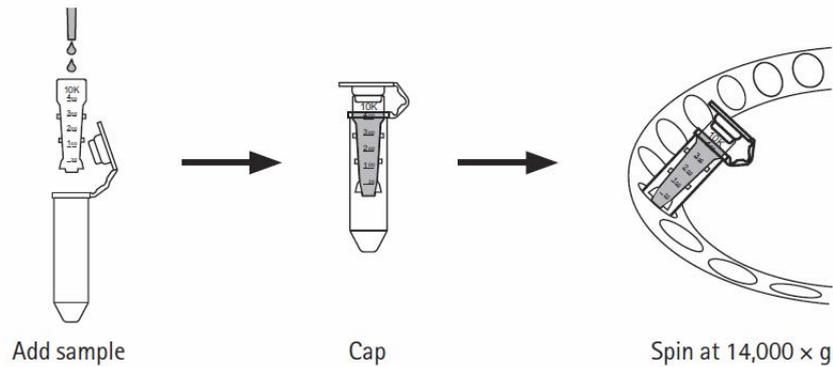

Figura 4. Amicon en el tubo colector y centrifuga.
- Colocar los tubo en centrifuga (balanceada) y centrifugar a 14.000 g entre 10-30 min. (Figura 4).